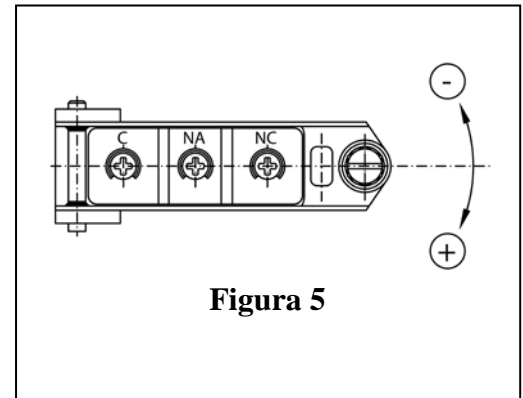

Figura 5
I pressostati tipo: **3.26 - 3.27 - 3.30** e i pressostati differenziali **3.28 - 3.29** sono dotati di morsettiera interna con terminali a vite (Figura 5) con cavi di sezione massima di 2.5 mm² e morsetto di messa a terra sia interno che esterno dotato di capocorda.
1. Collegare il microinterruttore in serie ad una lampada di segnalazione o sorgente sonora come indicato in figura 5, in modo da avere un segnale evidente come riferimento all'intervento dello stesso;